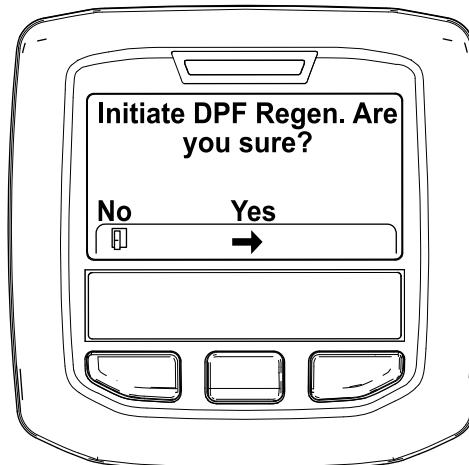

Figura 39
- Quando viene visualizzato il messaggio "Inizializzare Rigen. FAP?" premete il pulsante centrale (Figura 39).